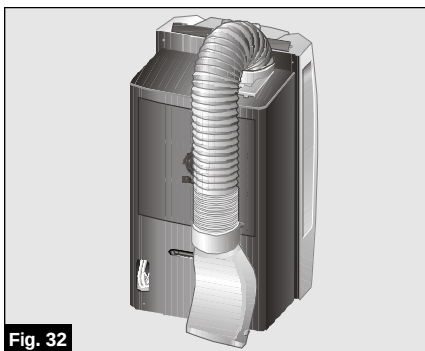

Fig. 32
- Para ello doblar el tubo hacia la parte trasera del equipo y sujetarlo por el enganche difusor, **Fig. 32 y 33**.